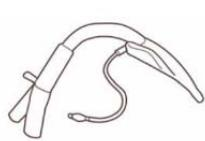

Рисунок 5: После достижения клиновидной формы манжеты во время сдувания отсоедините шприц от линии подачи воздуха
- Сдувайте устройство до тех пор, пока напряжение в шприце не будет указывать на вакуум в маске. Сохраняя напряжение в шприце, быстро отсоедините его от порта наддува манжеты. Это обеспечит правильность сдувания маски, как показано на рис. 5.